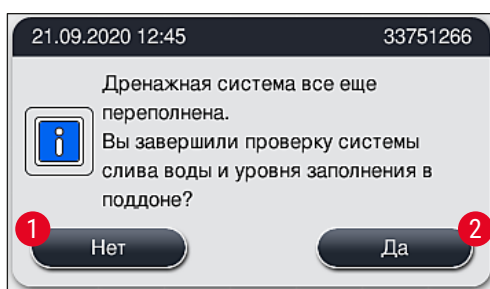

Рис. 124
2. Если по истечении 5 минут и совершении дополнительных попыток очистки засорение не устраняется, на экране появляется сообщение (→ "Рис. 124") для пользователя с указанием на то, что уровень воды по-прежнему остается высоким. Нажав **Нет** (→ "Рис. 124-1"), пользователь может продлить время ожидания еще на 5 минут, чтобы совершить новые попытки очистки. Если попытки очистки, совершенные в это дополнительное время, оказываются успешными, ситуация считается разрешенной, как описано в п. 1. Если для выполнения очистки требуется еще время, снова нажмите **Нет** (→ "Рис. 124-1"). Время ожидания может продлеваться много раз. Если несмотря на все попытки очистки устранить засорение не удастся, нажмите **Да** (→ "Рис. 124-2") для запуска управляемого процесса отмены (см. следующие разделы 3 и 4).